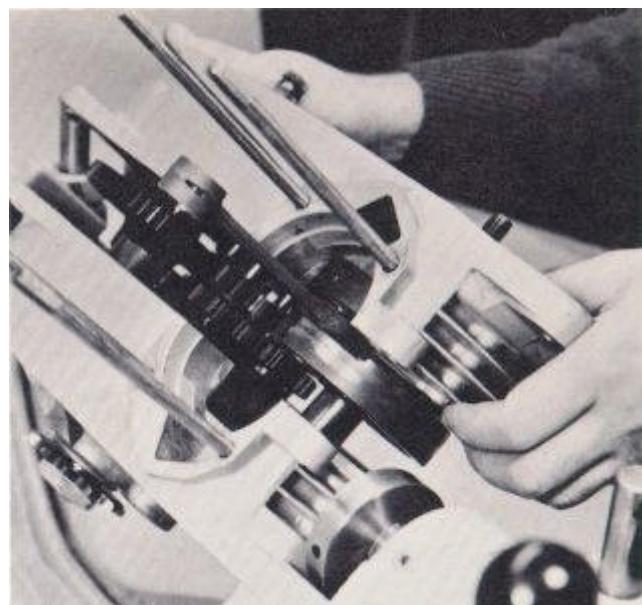

FIG. 15
5. Con el lado izquierdo del motor sigue mirando hacia arriba, golpee suavemente el extremo derecho del cigüeñal con una goma o un mazo de plástico hasta que los casos comienzan a separarse. Entonces, agarre el caso dejó con las manos y poco a poco, pero firmemente, levante si fuera (Fig. 15). El cigüeñal se mantendrá en el caso de la mano izquierda; la transmisión debe permanecer intacta en el caso de la mano derecha. Los ejes de transmisión puede tratar de mantenerse en el caso de la izquierda. Si lo hacen así, suavemente empuje hacia abajo en el caso de la mano derecha mientras usted está levantando el caso quedó. No permita que cualquiera de los ejes, con excepción del cigüeñal, que deben retirarse más de 1 / 4 "en el caso de la mano derecha. Si esto ocurre, podría cuñas permite a caer en el extremo derecho de los ejes, lo que hace que sean difíciles de identificar cuando se vuelva a montar la caja de cambios.